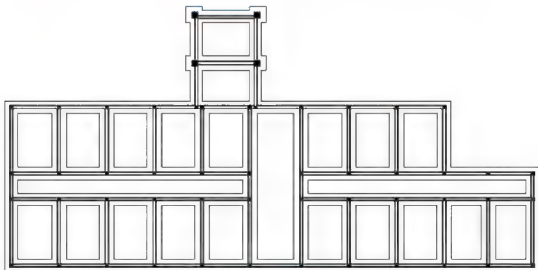

图 5.19 加粗基础墙
⑤ 在输入选项 [闭合(C)/合并(J)/宽度(W)/编辑顶点(E)/拟合(F)/样条曲线(S)/非曲线化(D)/线型生成(L)/放弃(U)]: 提示下, 输入“J”后按 Enter 键, 表示要执行【合并】子命令。这样, AutoCAD 将第②步全选的基础墙中所有首尾相连的对象连接在一起。
⑥ 在输入模糊距离或 [合并类型(J)]: 0.0000 : 提示下, 按 Enter 键, 表示执行尖括号内默认的模糊距离“0.0000”。
⑦ 在输入选项, [打开(O)/合并(J)/宽度(W)/编辑顶点(E)/拟合(F)/样条曲线(S)/非曲线化(D)/线型生成(L)/放弃(U)]: 提示下, 输入“W”后按 Enter 键, 表示要改变线的宽度。
⑧ 在指定所有线段的新宽度: 提示下, 输入“50”, 表示将线的宽度由“0”改为“50”, 结果如图 5.19 所示。